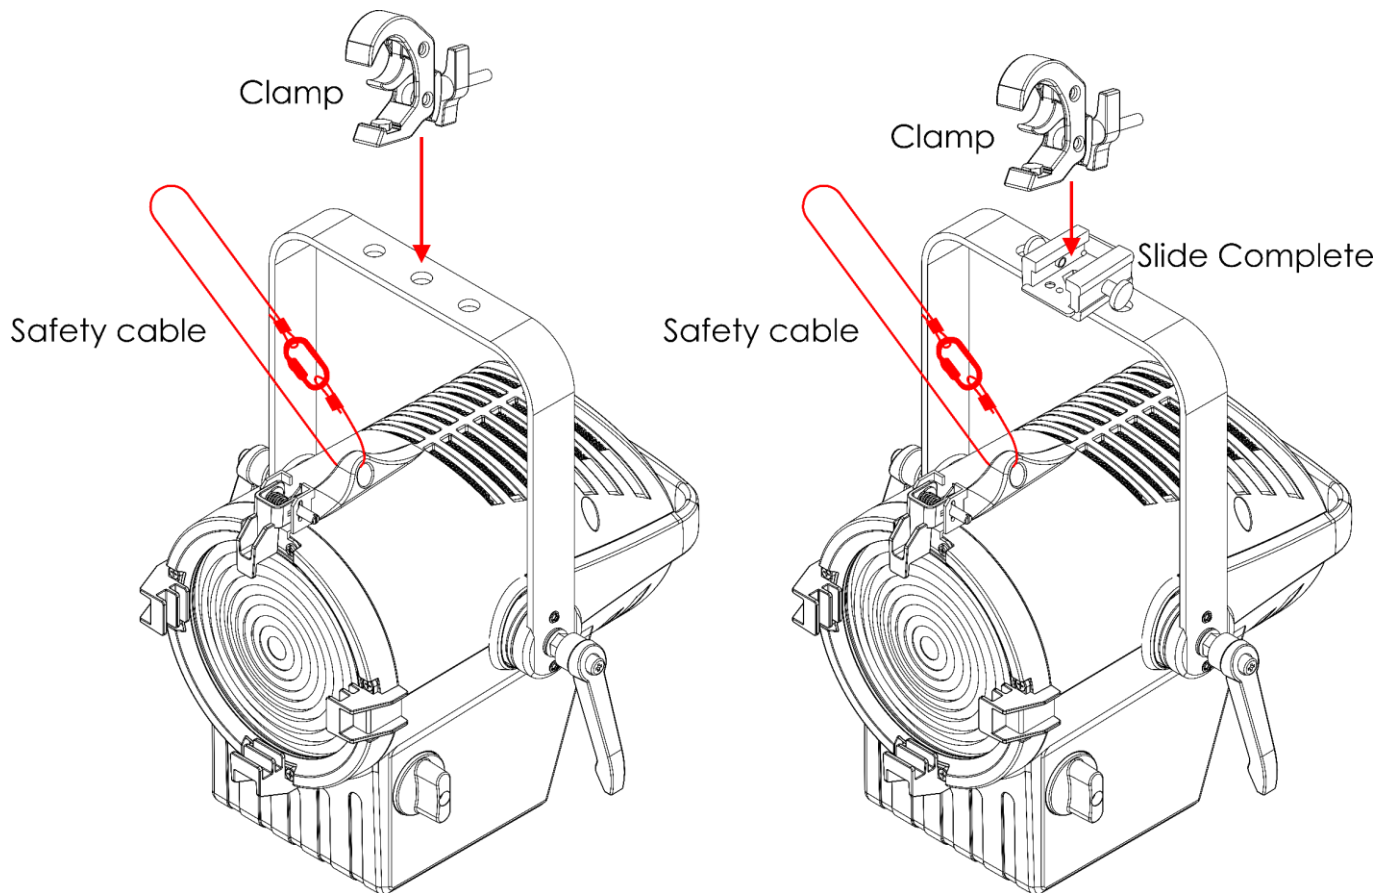

Abb. 07
- 01) Befestigen Sie das Gerät mit einer Schelle an der Tragstruktur, wie in Abb. 07 dargestellt. Stellen Sie sicher, dass sich das Gerät nicht frei bewegen kann. Optional können Sie das Gerät auch mit dem Slide Complete befestigen.
- 02) Sichern Sie das Gerät mit einer Sekundäraufhängung, z. B. einem Sicherheitskabel. Stellen Sie sicher, dass die Sekundäraufhängung das 10-fache Gewicht des Geräts tragen kann. Wenn möglich, sollte die Sekundäraufhängung unabhängig von der Primärhalterung an der Tragstruktur befestigt werden. Führen Sie das Sicherheitskabel durch den **Sicherheitsring (07)** wie in Abb. 07 gezeigt.